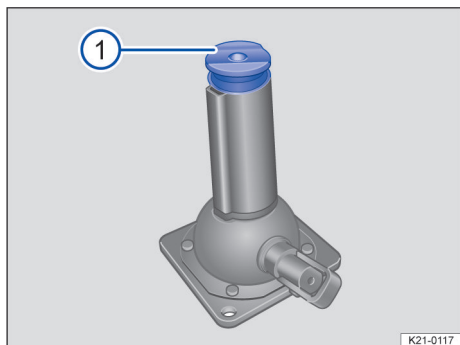
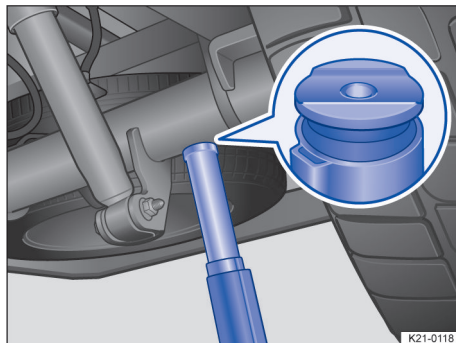

Fig. 216 Rebaje en el gato.
Fig. 217 Colocar el gato debajo del eje trasero.
Para evitar que el vehículo resbale al elevarlo, hay que colocar el gato debajo del punto de apoyo de manera que uno de los rebajes → **fig. 216** ① quede longitudinalmente justo en el centro del eje trasero → **fig. 217**.